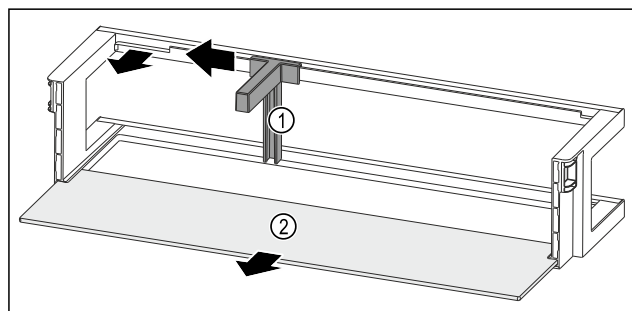

Fig. 276 Półka w drzwiach z uchwytem butelek i półką
- Przesunąć uchwyt butelek Fig. 276 (1) na bok do zagłębienia.
- Wyjąć uchwyt butelek Fig. 276 (1).
- Wyjąć półkę Fig. 276 (2).